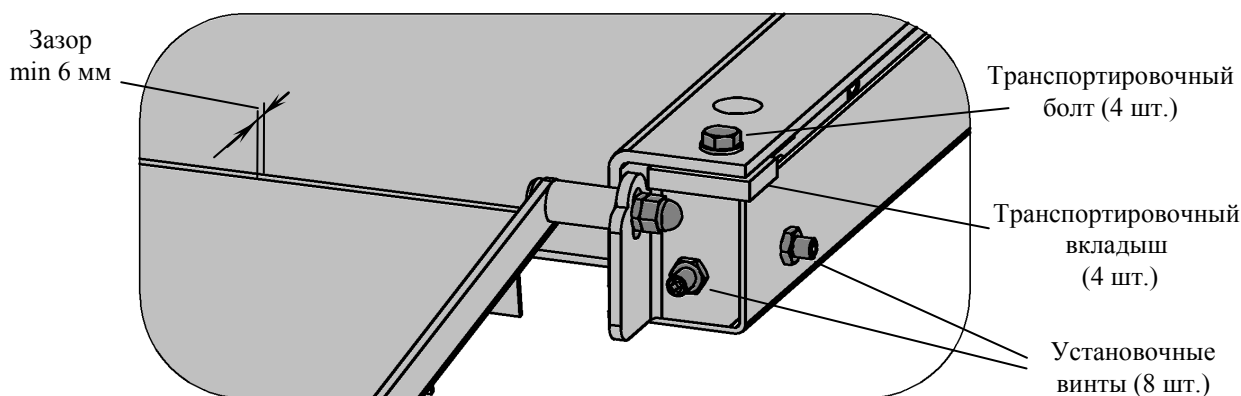

Рис. 5.1 - Сборка модуля
5.3 Вывинтить транспортировочные болты в четырёх углах грузоприёмной платформы и удалить транспортировочные вкладыши между грузоприёмной платформой и подрамником (см. Рис. 5.1).